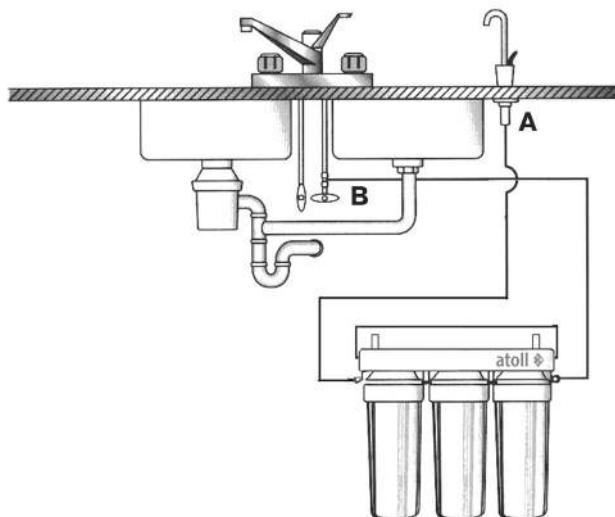
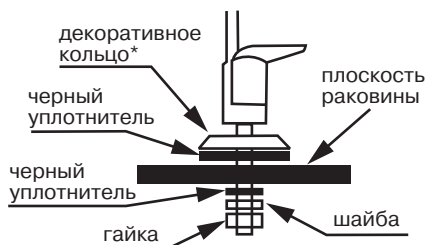

Рис. 1. Схема подключения фильтра
Рис. 4
Монтаж крана чистой воды* производите согласно рис. 4. Мы рекомендуем не затягивать гайку крана до завершения монтажа и проверки работоспособности системы, чтобы была возможность убедиться в отсутствии подтекания воды в месте соединения корпуса крана и резьбовой трубки. В комплекте с краном чистой воды для герметизации соединения с трубкой может поставляться набор деталей для подключения, либо кран может иметь в своем составе быстро-разъемный коннектор. На рис. 5а, б, в приведены способы подключения трубки к крану чистой воды (рис. 1).
2.5. Подсоедините трубку от порта IN фильтра к шаровому крану подачи воды (рис. 1).
2. Откройте кран подачи воды (B).
3. Откройте кран чистой воды (A).
5. Через 2-3 минуты закройте кран чистой воды (A). Система готова к эксплуатации.
7. Убедитесь в отсутствии протечки внизу корпуса крана чистой воды, затяните гайку крана (см. рис. 4).